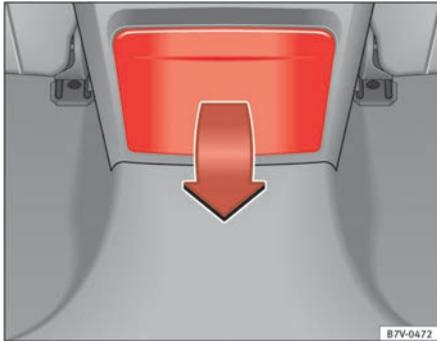

Abb. 123 In der Mittelkonsole hinten: Getränkehalter ausklappen.
- Zum *Öffnen* Getränkehalter in Pfeilrichtung ⇒ **Abb. 123** nach unten klappen.